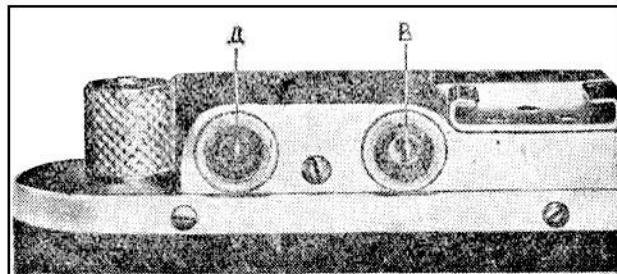

Рис. 14
Возьмите фотоаппарат, как показано на рис. 17, и смотрите через левый смотровой глазок (Д на рис. 14) на предмет, расположенный на расстоянии 3—5 метров. В средней части поля зрения дальномера виден более светлый кружок. Если объектив аппарата находится в положении наводки на бесконечность (∞), то близкие предметы, видимые через дальномер в пределах светлого кружка, будут иметь два изображения.
2. Наблюдая в окуляр видоискателя («В» на рис. 14), отойти от снимаемого предмета на расстояние, необходимое для желательного размещения изображения в кадре.
8. Навести объектив на резкость. Для этого или, наблюдая в смотровой глазок дальномера (Д на рис. 14), поворачивать поводок объектива до совмещения изображений снимаемого предмета в центральной части поля зрения дальномера, или установить объектив по шкале дистанций и шкале глубин резкости.